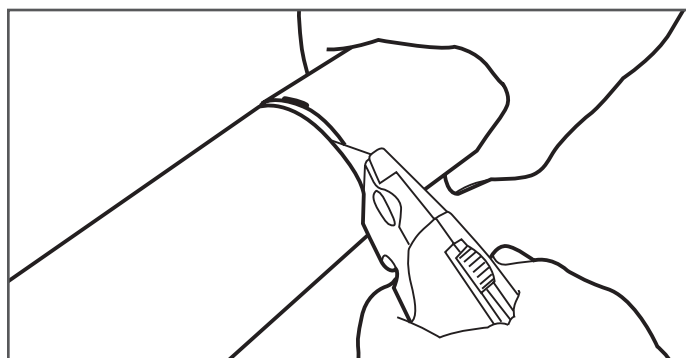

Figure 7-3
4. Finissez de couper la gaine jusqu'au tuyau en acier inoxydable ondulé à l'aide d'un couteau universel bien tranchant (Figure 7-3).